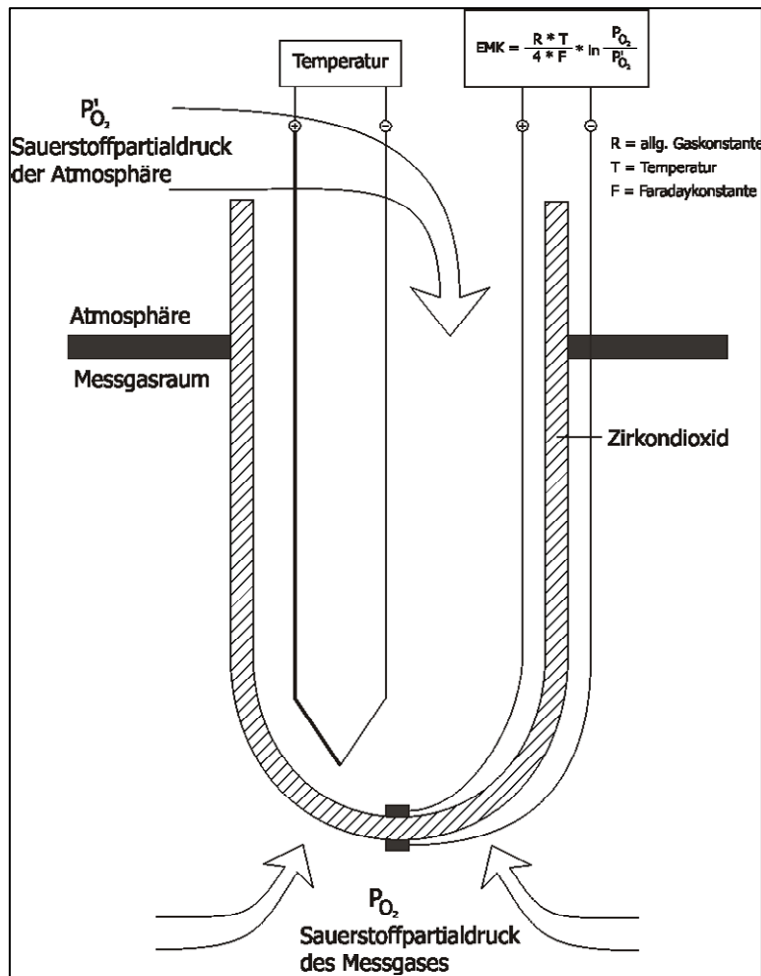
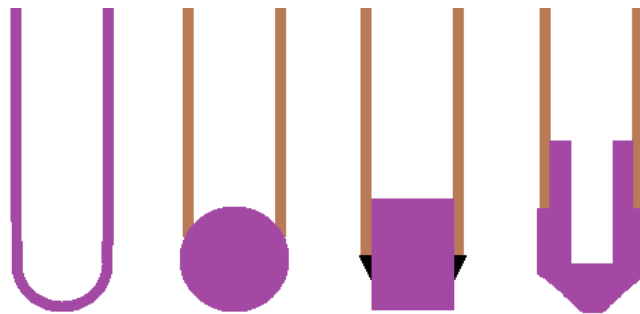

Bild 1: Prinzip der Wirkungsweise der Sauerstoffsonde
Bild 3: Schematische Darstellung der technischen Ausführung von Sauerstoffsonden
Eine Sauerstoffsonde (vgl. Bild 1) besteht vereinfacht aus einem geschlossenen Keramikrohr aus Zirkondioxid. Diese Funktionskeramik hat die Eigenschaft, dass sie für Sauerstoffionen durchlässig ist. Liegen an den beiden Seiten der Keramik unterschiedliche Sauerstoffpartialdrücke an, stellen sich an den beiden Seiten unterschiedliche elektrische Potentiale ein, die vom Messgerät über eine geeignete Kontaktierung als eine Spannung abgegriffen werden.
*Hinweis: Technische Sonden können im Design stark von den Darstellungen in Bild 1 und 2 abweichen. Einige Hersteller arbeiten z. B. nicht mit einem geschlossenen Zirkonoxidrohr (Bild 3 links, violett) sondern verwenden andere Keramikmaterialien für das Rohr (braun), an dessen Messspitze ein Messelement aus Zirkondioxid (violett) angebracht ist. Dieses kann entweder mechanisch eingedichtet (gepresst) oder mit einem speziellen Zement (2. von rechts, schwarz) eingeklebt sein.*